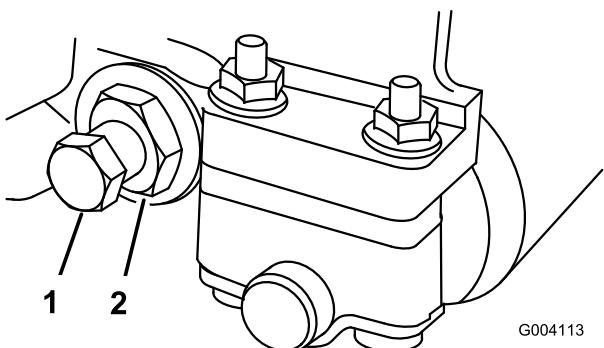

Figura 62
2. Svitate il dado di tensionamento della molla finché la rondella non è più tesa contro la barra di appoggio (Figura 62).
3. Allentate, da ciascun lato della macchina, il controdado che fissa il bullone della barra di appoggio (Figura 62).